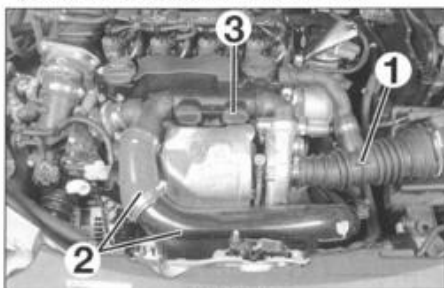

FIG. 44
- los conductos de aire (1) y (2) (fig. 44).